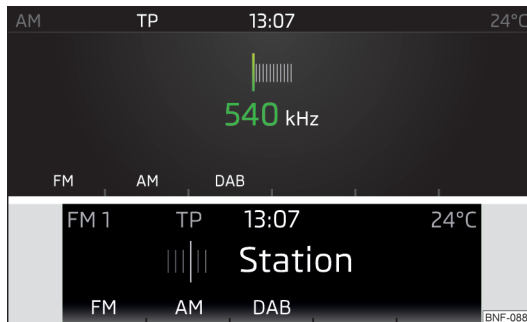

Fig. 100
► En el menú principal **Radio**, pulsar la tecla **RADIO**, así como la tecla de función correspondiente **FM**, **AM** o **DAB** » fig. 100.